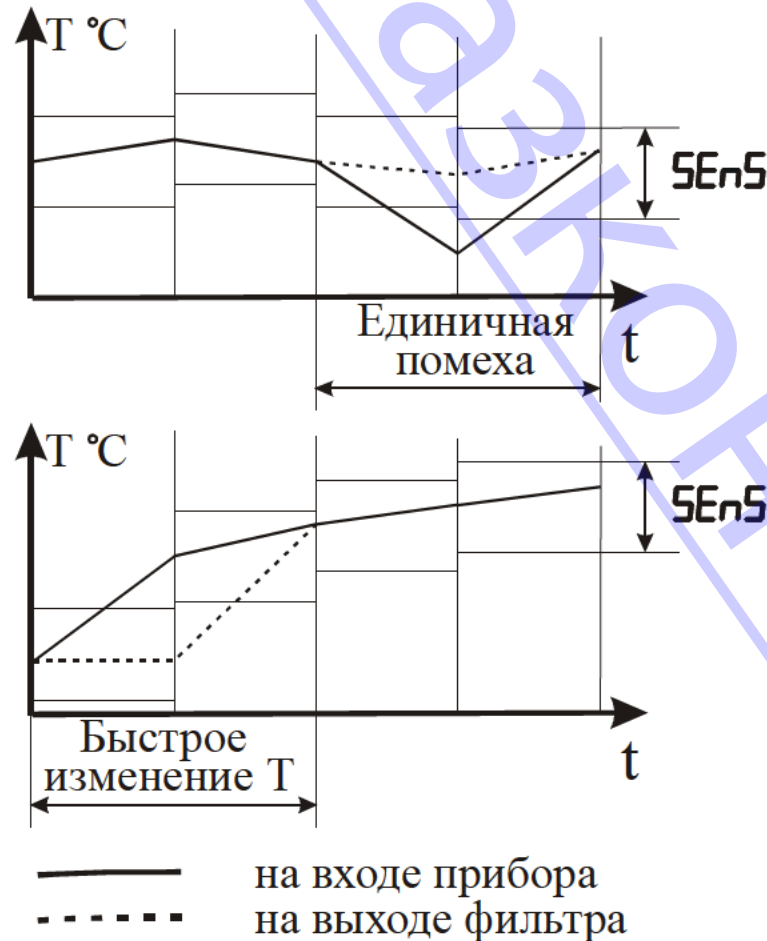

Рисунок 3.8 – Работа фильтра при воздействии случайной помехи и быстром изменении сигнала
3.3.2.7 С целью уменьшения влияния случайных импульсных помех на показания в прибор введена цифровая фильтрация. Работа фильтра описывается параметром “Полоса фильтра”. Если текущее значение температуры отличается от результатов предыдущего измерения на значение, которое превышает указанное в параметре “Полоса фильтра”, то проводится повторное измерение температуры, а на индикаторе остается старое значение (см. рисунок 3.8).